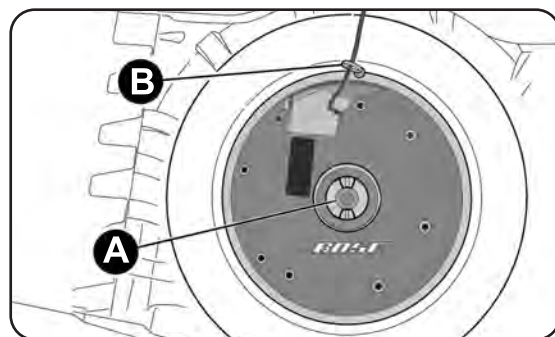

fig. 120
- desenrosque el dispositivo de bloqueo A-fig. 120, retire la ballestilla B de fijación del cable y, a continuación, levante el Subwoofer;
- coloque correctamente el cable del Subwoofer para evitar pellizcarlo. A continuación, enganche la ballestilla B-fig. 120 y apriete el dispositivo de bloqueo A. Coloque correctamente el suplemento fig. 119 del compartimento de carga y baje la alfombrilla del maletero.